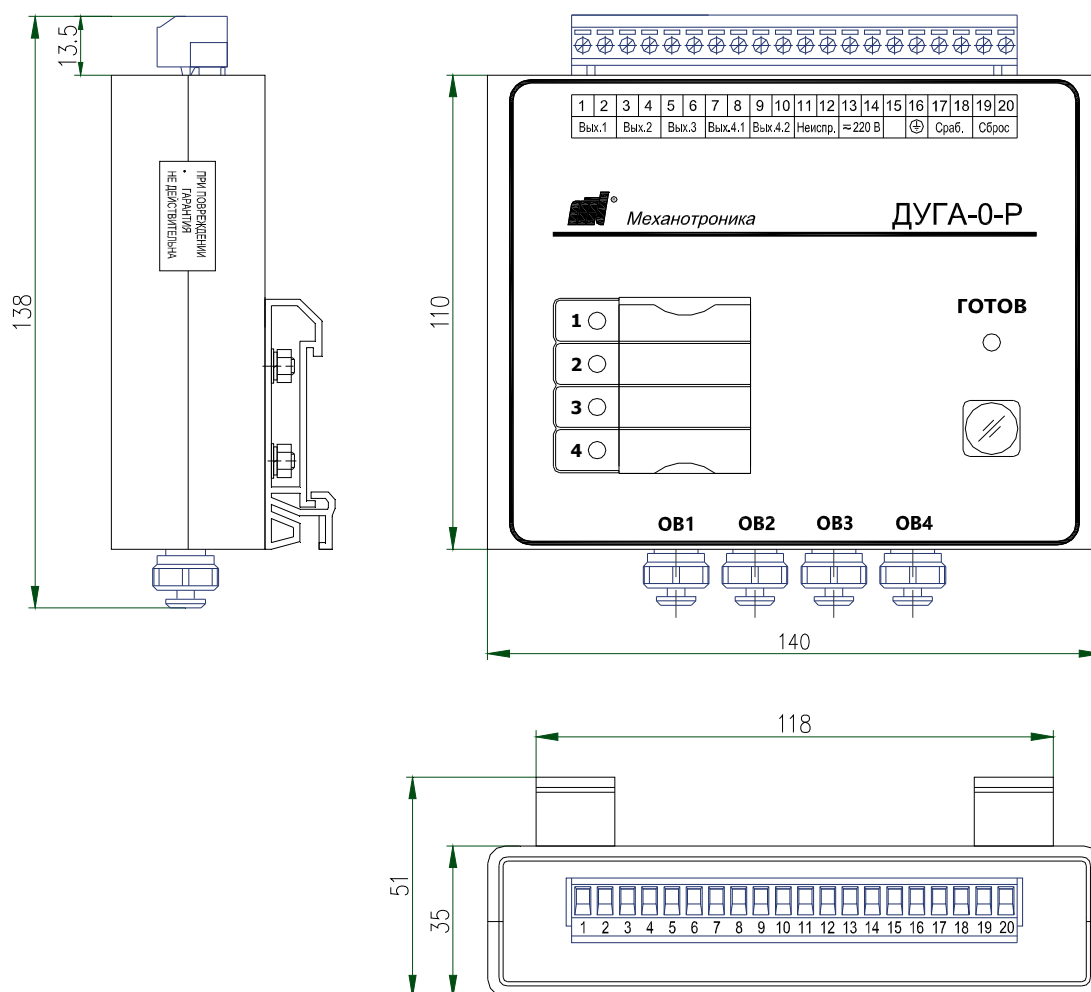

Рисунок 1 – Габаритные, присоединительные и установочные размеры регистратора
5.2 На передней панели регистратора (рисунок 1) расположены четыре светодиода с маркировкой соответствующего датчика «1» – «4» (таблица 4). Рядом с ними расположен светодиод «ГОТОВ» и кнопка КВИТИРОВАНИЕ (мнемоническое изображение «»).